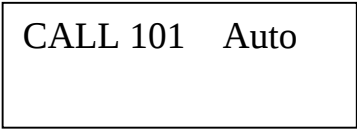
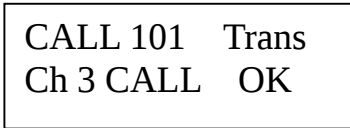

图 15
图 16
- (3) 按“呼叫”键显示图 15。用“△”或“▽”键选择手动呼叫的频道，频道循环后又转到自动呼叫。
- (4) 显示图 15 时，按“扫描”键退出呼叫。再按“呼叫”键进入自动呼叫。自动呼叫是指无论呼叫时停在哪一个频道，自适应控制器都会转到当前组中最佳频道呼叫。最佳频道如果没有建立链路，自适应控制器将转到次一级的频道呼叫。如果再呼叫不通自适应控制器将转到再次一级的频道呼叫。如果再呼叫不通则呼叫失败，显示图 18，呼叫发射时显示图 16，接收时显示图 17。